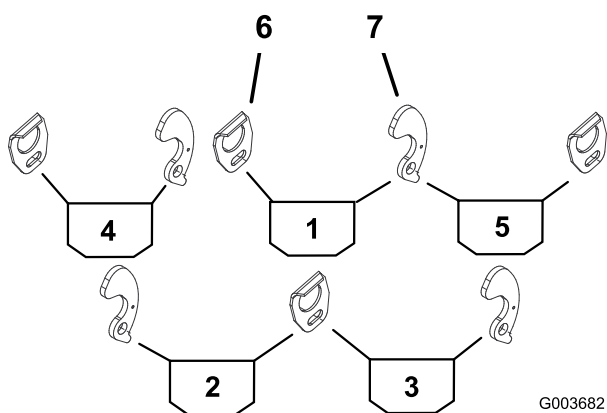
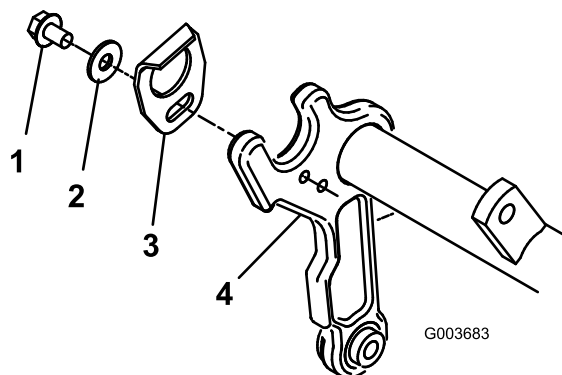

Рисунок 2
Рисунок 3
- Используйте Рисунок 2, для определения точек, где необходимо установить направляющие или кронштейны корзины на несущие рамы режущих блоков.
- Установите направляющую корзины на соответствующую сторону каждой несущей рамы режущего блока (Рисунок 2) и закрепите при помощи болта (5/16 x 1/2 дюйма) и плоской шайбы (0,344 x 0,875). Расположите компоненты, как показано на Рисунок 3.